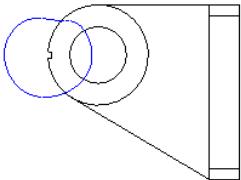

图 6.4.32 放大图的轮廓线
Step3. 绘制放大视图的轮廓线。在系统 **草绘样条，不相交其他样条，来定义一轮廓线。** 的提示下，绘制图 6.4.32 所示的样条线以定义放大视图的轮廓，当绘制到封合时，单击鼠标中键结束绘制（在绘制边界线前，不要选择样条线的绘制命令，而是直接单击进行绘制）。